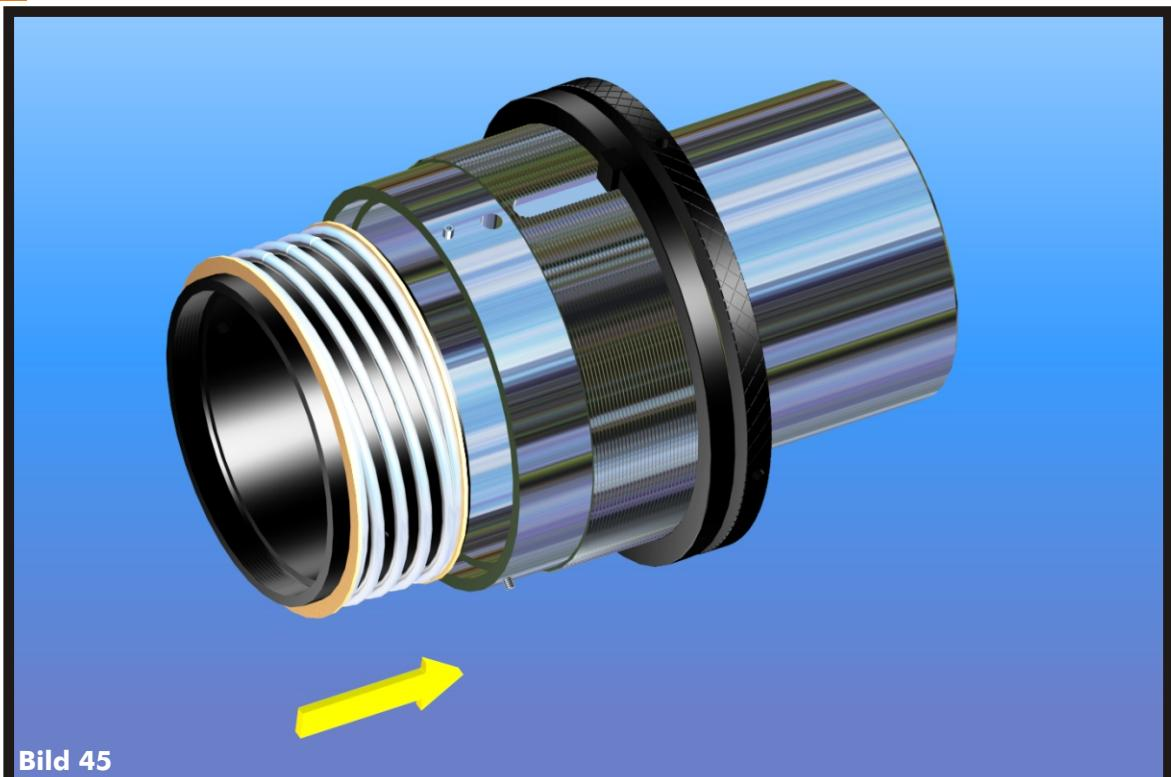

Bild 45
- > **Führen Sie die so bestückte Gewindebuchse in die Aufnahme ein (Bild 45).**